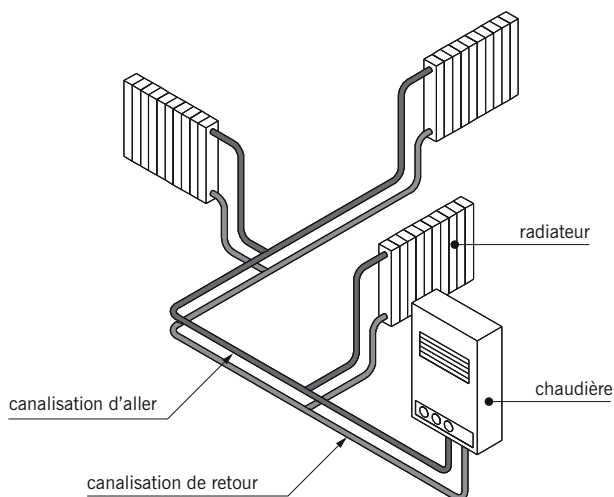

fig. 17.26
■ La **distribution bitube** (fig. 17.26) : réseau d'alimentation en eau des radiateurs comprenant :